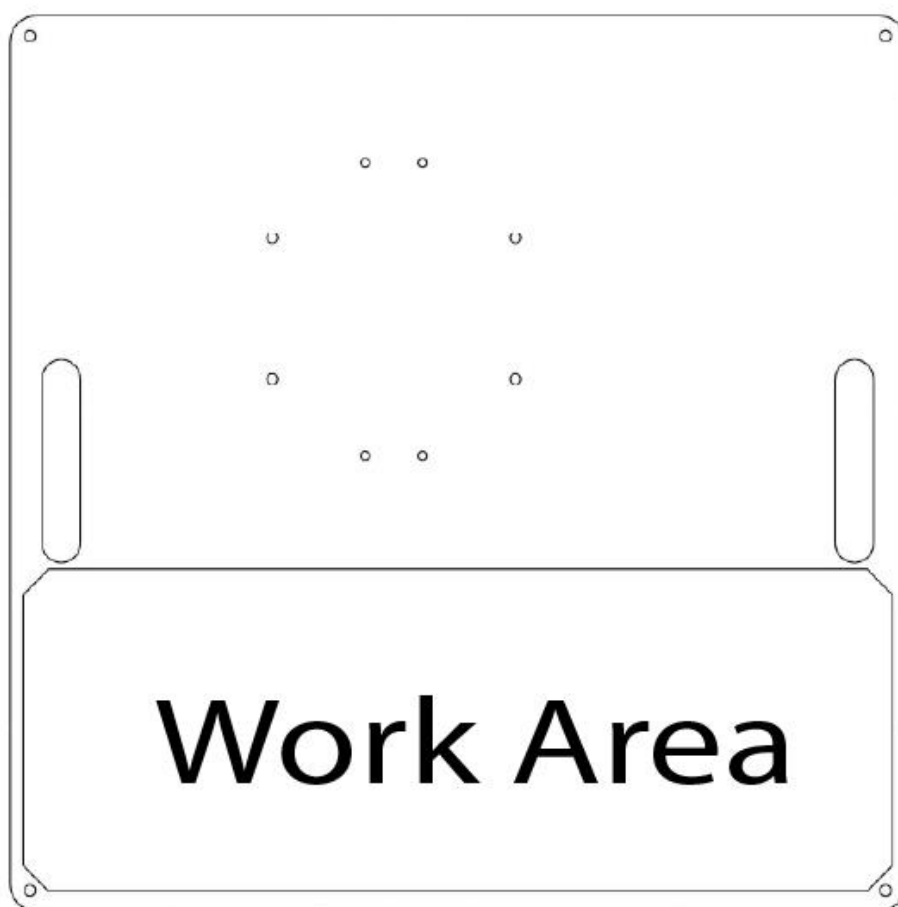

Figure 1 : Orientation de la plaque de base
2. Déballez la plaque de base (optionnelle) de sa boîte séparée et placez-la à l'endroit choisi avec les trous de fixation orientés à l'opposé de vous (**figure 1**). Si vous souhaitez fixer le support directement au sol, vous devez percer des trous et installer des ancrages selon le schéma à la fin de ce manuel.
15. **Optionnel** : L'autocollant blanc inclus (également visible sur la figure 1) peut être appliqué sur la plaque de base pour aider à l'alignement des freins à disque en ajoutant un fond blanc.